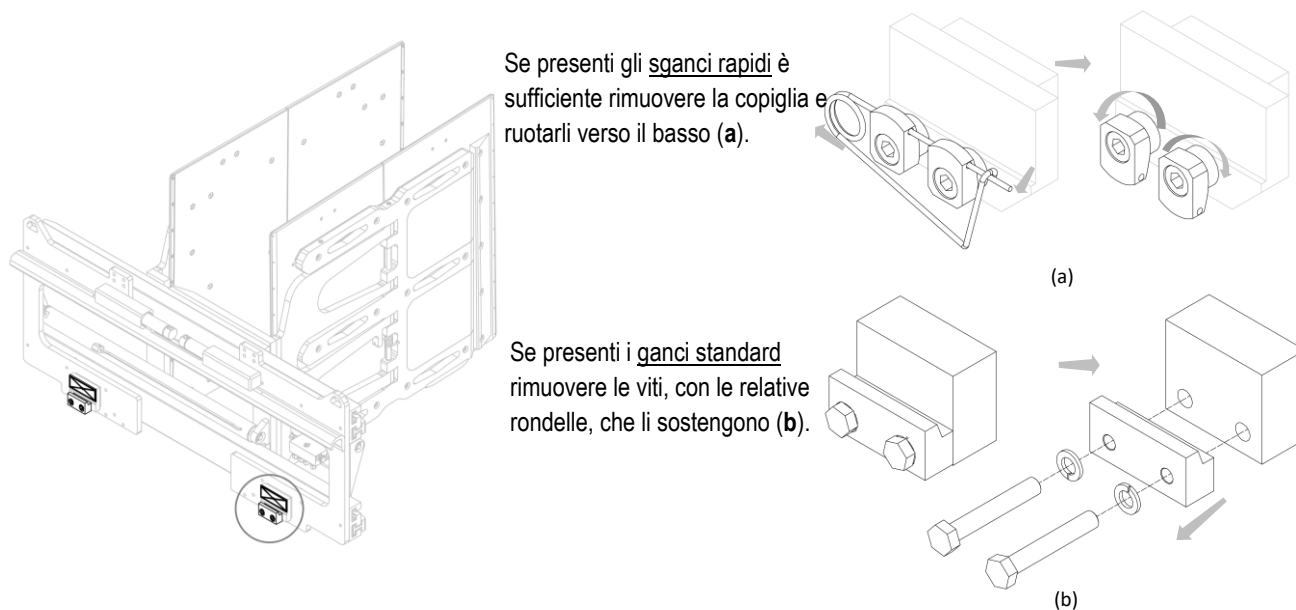

Figura 6
5. Rimuovere i ganci inferiori dall'attrezzatura e ingrassare i lardoni di scorrimento (vedi Figura 6).